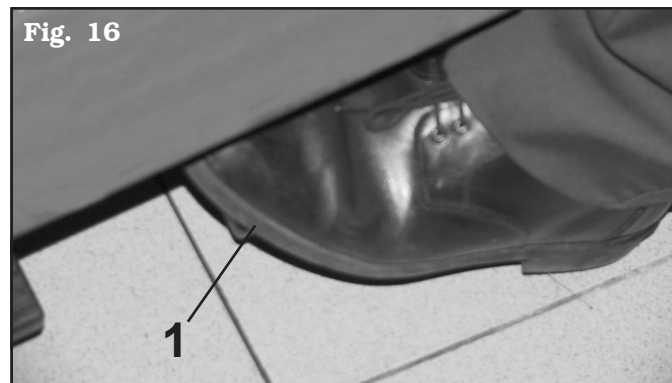

Fig. 16
3 - Apretar hacia abajo el pedal (**Fig. 16 ref. 1**) para mandar la rotación del autocentrante en sentido horario.